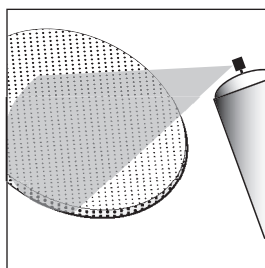

FIGURE 5
4. After removing the grille from the speaker frame by carefully hooking it with a bent paperclip and pulling it gently away from the frame, spray on two thin coats of finish color. If you're using a compressor and spray gun, use the finest, most diffuse setting. Be careful not to fill the holes in the grille with paint. [Figure 5]
4. Après avoir dégagé la grille (à l'aide d'un trombone plié) et de l'avoir retirée du cadre, vaporisez-la de deux minces couches de peinture de finition. Si vous utilisez un compresseur ou un pistolet pulvérisateur, choisissez le réglage le plus fin, le plus diffus. Assurez-vous de ne pas boucher les trous de la grille avec la peinture [Figure 5].